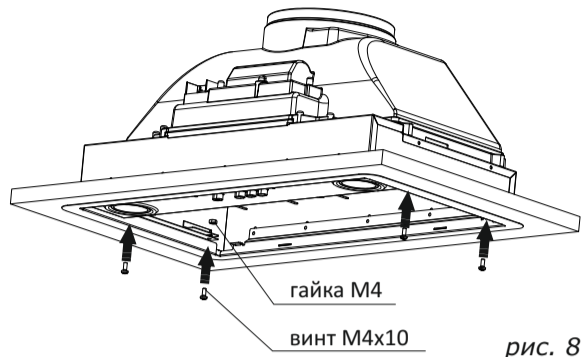

рис. 8
- Зафиксируйте вытяжку с уголками с помощью винтов и гаек. (рис. 8).